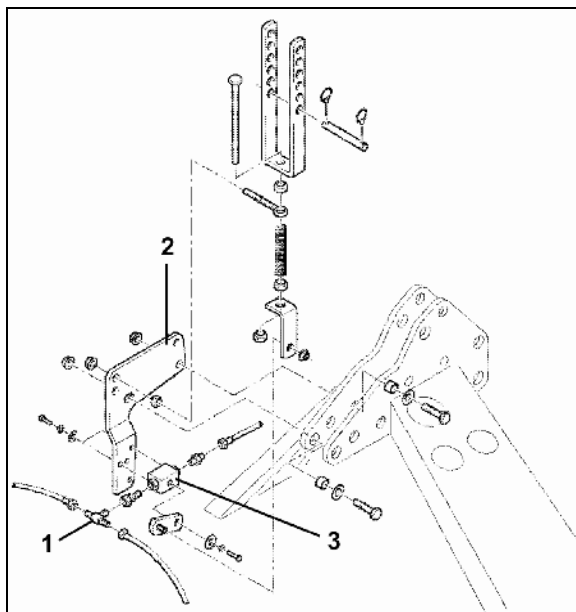

Bild 45
4. Skruva isär hydraulslangsanslutningarna vid T-kopplingen (Bild 45/1).
5. Skruva fast ventilhållaren (Bild 45/2) i den övre ledpunkten på markbearbetningsmaskinen.
6. Anslut hydraulslangarna till ventilen (Bild 45/3), dra hydraulslangen till traktorn och anslut den till en enkelverkande styrventil.